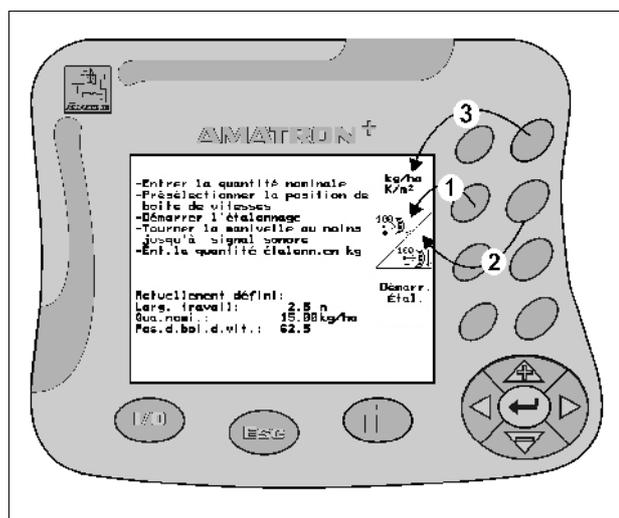

Fig. 9
- La touche gauche sert à piloter la zone en haut à gauche (Fig. 9/1).
- La touche droite sert à piloter la zone en bas à droite (Fig. 9/2).
- Si des zones carrées s'affichent à l'écran, seule la touche droite permet de piloter la zone de fonction (Fig. 9/3).